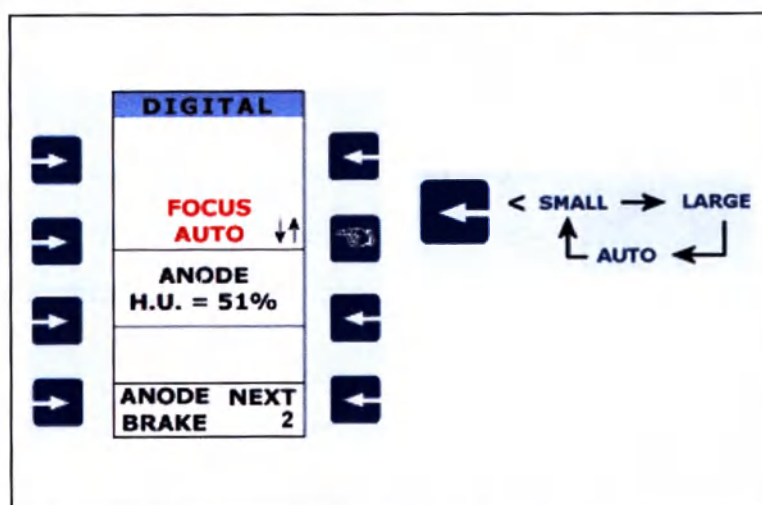

Рисунок 1.10- Выбор фокусного пятна
- нажать клавишу «NEXT» на графическом экране до тех пор, пока меню выбора фокусного пятна не отобразится на дисплее (рисунок 1.10);